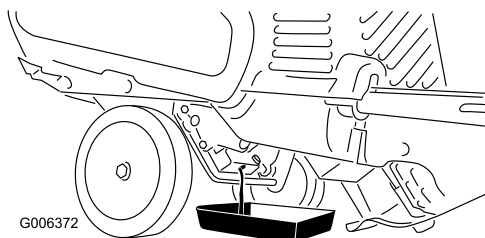

Figure 30
3. Placez un bac de vidange sous le bouchon de vidange et retirez le bouchon; basculez la machine en arrière et laissez l'huile usagée s'écouler dans le bac de vidange (Figure 30).